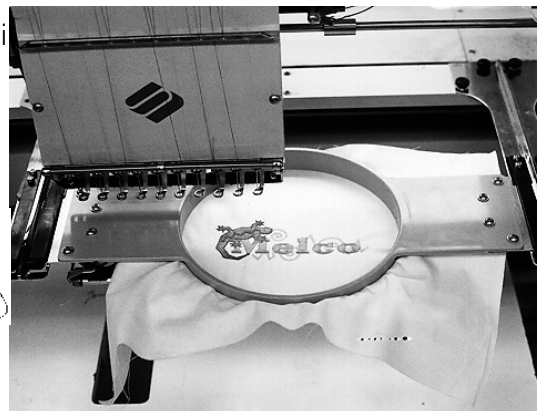

Figura 3-8
3. Attaccate i bracci di supporto del telaio tubolare alla parte posteriore del telaio scorrevole. Usate quattro viti ad alette per ogni braccio di supporto (consultate la Figura 3-8).